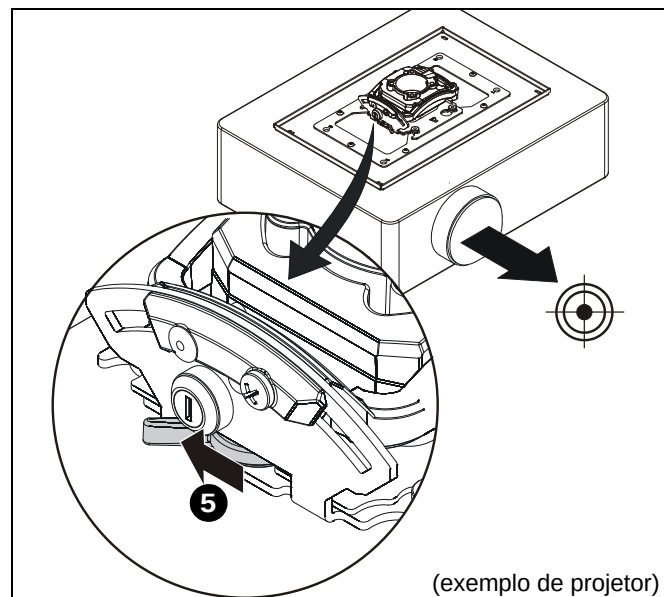

Figura 6
5. Mova a alavanca da trava para a posição "Locked" (Travado). (Veja a figura 6)